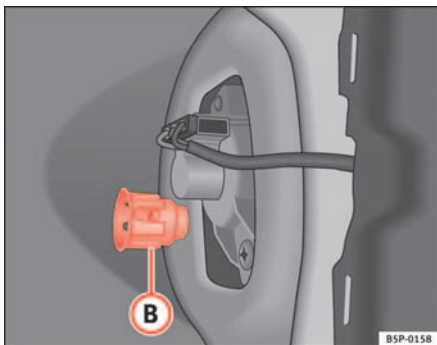

Abb. 182 Standlicht/Bremslicht
- Schrauben Sie die Kunststoffhalterung ⇒ Abb. 182 **B** der Rückleuchte heraus. Zum Herausdrehen kann ein eingesetzter Schraubenzieher in dieses Teil hilfreich sein.